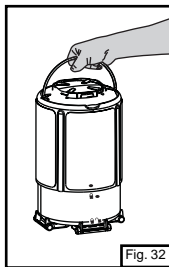

Fig. 32
- ⇒ La lámpara puede ser cargada por su asa. (Fig. 32)